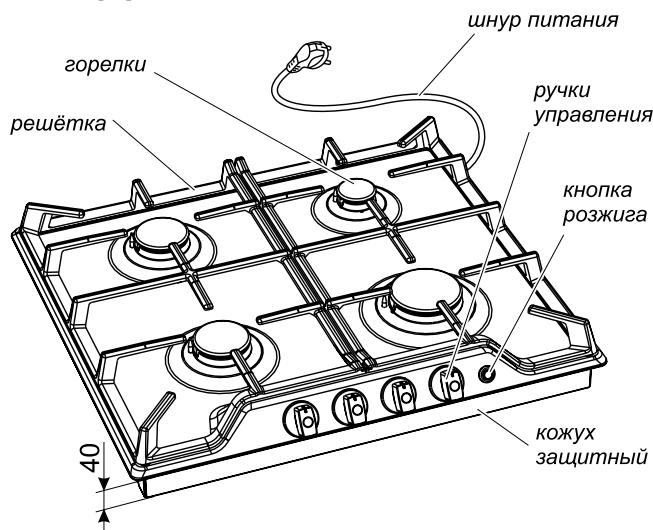

Рис. 6 МОДЕЛЬ ПВГ 1212-01
**ВНИМАНИЕ!** Правильное расположение решеток изображено на рис. 6.